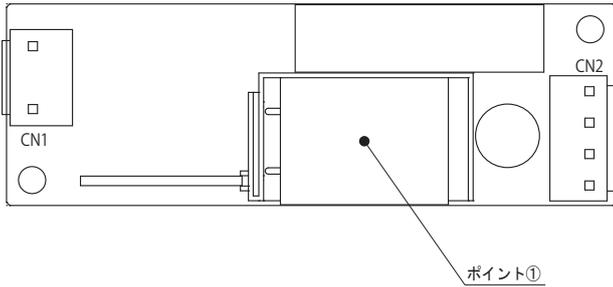

図4.1 TECS45Fの温度測定ポイント（トップビュー）
- 図4.1～4.2で示す温度測定ポイントの温度を、表4.1～4.2で示す温度以下となるようにお使いください。